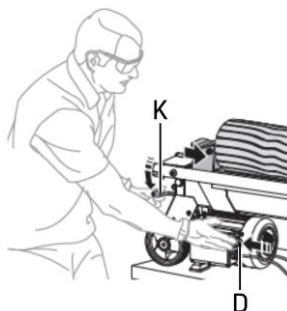

fig. 2
La main gauche contrôle le levier de commande hydraulique (K) tandis que la main droite contrôle l'interrupteur (D) (fig. 2).